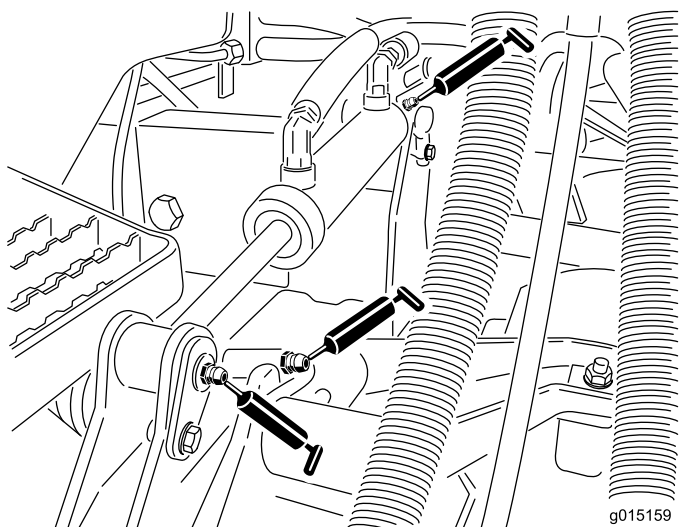

Figure 50
- Bagues de bras de relevage (1 par plateau) (Figure 50)
- Bagues de vérin de relevage (2 par plateau) (Figure 50)